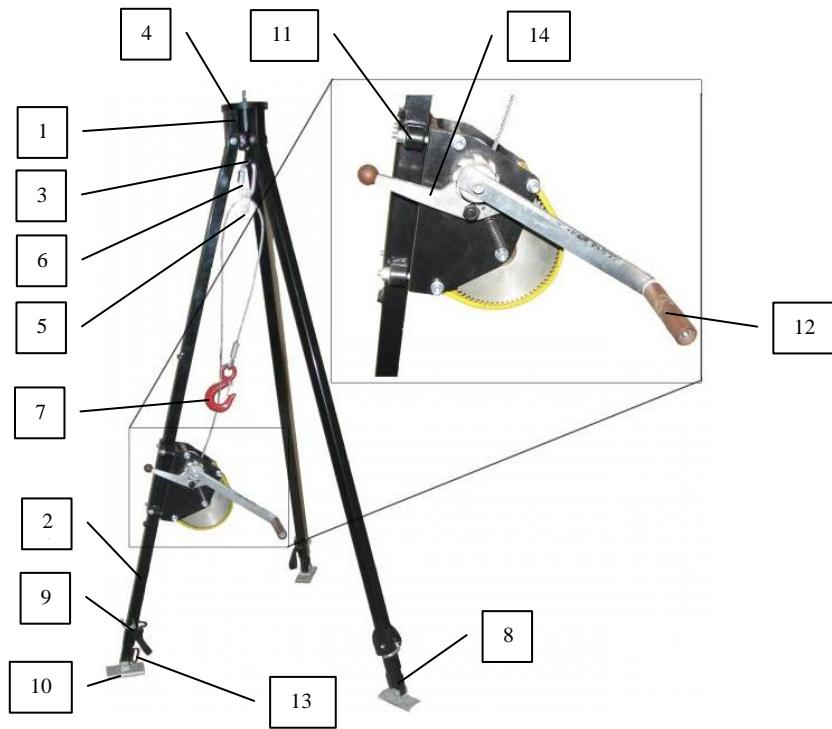
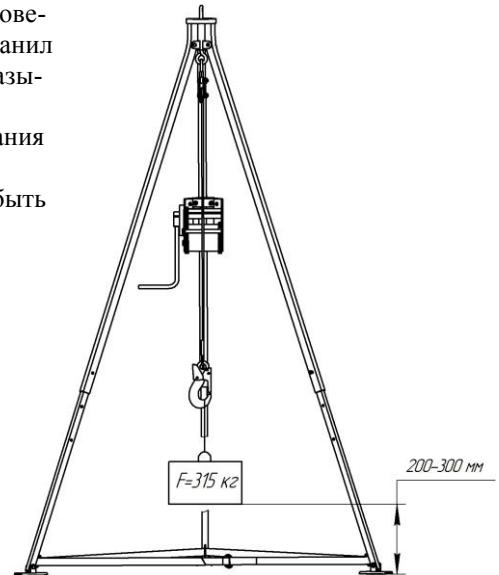

Рис. 1
Рис. 2:
Тристопод ТМ-1л представляет собой переносной, временный элемент постоянной конструкции (см. рис.1). Штатив служит опорой средствам индивидуальной защиты. Лебедка является подсистемой спасательной системы, с помощью которой человек поднимается спасателем из нижнего положения на более высокое. Тристопод ТМ-1л относится к группе средств защиты от механических воздействий, подгруппе защиты от падения с высоты. Класс риска 2, климатический регион от IA до IV.
Тристопод ТМ-1л состоит (см. рис.1) из штатива и лебедки. Головная часть штатива состоит из несущей втулки с тремя кронштейнами (1), в которые шарнирно установлены стойки (2). Внутри втулки установлен центральный винт (3) с верхним резьбовым концом, предназначенный для установки фиксирующей крышки (4), и кольцом, в которое посредством соединительного элемента (6) установлен блок (5). Трос лебедки (если она есть в комплекте) должен быть перекинут через блок (5) и находится в его ручье. На конце троса установлен карабин (7) для присоединения амортизатора или нагрудного, или на спинного крепежного элемента страховочной или спасательной привязи.
Стойки штатива выполнены из металлических прямоугольных труб и состоят из двух частей (см. рис. 1): внешней (2) (верхней) и внутренней (8) (нижней). Телескопическая конструкция стоек делает возможной регулировку высоты трипода. Блокировочные штифты (9) служат для фиксации внутренних частей стоек, выставленных из внешних частей стоек на необходимую рабочую длину. Фиксирующая крышка блокирует стойки и служит для удержания их в раздвинутом положении. Стойки штатива имеют стальные подвижные самоустанавливающиеся подошвы (10), снабженные зубьями, которые предотвращают перемещение стоек при установке на скользкой, например, обледенелой поверхности. Лебедка крепится к штативу посредством двух кронштейнов (11). Работник, обслуживающий лебедку, с помощью врачающейся рукоятки (12) опускает или поднимает работника, закрепленного к карабину троса лебедки, одновременно подстраховывая его при возникновении какой-либо опасной ситуации. Конструктивные особенности и устройство лебедки указаны в паспорте на лебедку. Предохранительная лента (на рисунке не показана), проведенная через овальные кольца (13) нижней части стоек штатива, предотвращает неконтролируемое передвижение стоек.
**4. Указания по эксплуатации: перед вводом в эксплуатацию и в процессе эксплуатации** через каждые 6 мес. потребитель должен подвергать трипод испытанию на статическую нагрузку, равную 3,15 кН (315 кгс), по следующей методике (рис. 2): трипод должен быть установлен в верхнее рабочее положение -максимальная высота - внутренние стойки выдвинуты на последние регулировочные отверстия, расставлены и зафиксированы, канат лебедки перекинут через блок и находится в его ручье. Нагрузка 3,15кН (315кг), должна прикладываться к крюку чалочному лебедки, а в случае, когда трипод не укомплектован лебедкой, к блоку (поз.5, рис. 1). Ручей блока рассчитан на установку каната диаметром 5 мм. Если применяется испытательный груз, он должен быть поднят на высоту 200-300 мм. Время проведения испытания 10 мин. Допускается применение других схем испытаний (закрепление карабина лебедки через крепежные скобы динамометра к анкерному фундаментному болту и т.п.) при соблюдении величин и направлений приложения испытательных усилий.
**Работа с лебедкой:** вращение рукоятки лебедки против часовой стрелки, когда нажат рычаг отключения тормоза (поз. 14, рис. 1) - при опускании работника вниз; при подъеме работника вверх - вращение рукоятки по часовой стрелке и наматывание троса на барабан. После прекращения вращения рукоятки тормозной механизм не допускает вращения барабана лебедки. При подъеме и опускании работника необходимо не допускать раскручивания его вокруг вертикальной оси или маятникового раскачивания. Работник, опускающийся в колодец или другое сооружение, должен иметь возможность общаться с работником, приводящим лебедку трипода в действие для того, чтобы в случае возникновения опасности, его можно было немедленно эвакуировать. При опускании работника на максимальную длину троса лебедки необходимо оставлять, как минимум, 1,5 оборота троса на барабане не размотанными. При холостой размотке троса необходимо подтягивать его рукой, т.к. лебедка не оснащена механизмом натяжения каната.